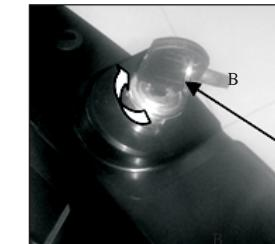

Fig. 2C    B. Chiave
- c) Per l'avviamento elettronico: Inserire la chiave e ruotarla in senso orario per avviare il motore (Fig. 2C).